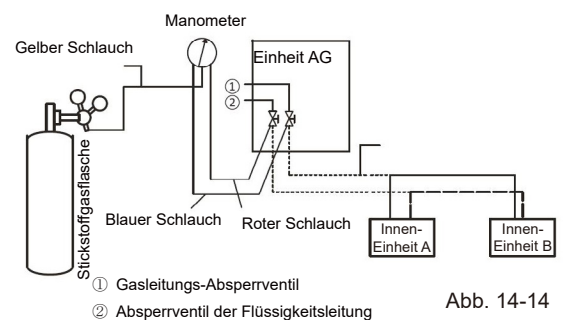

Abb. 14-14
4. Verwenden Sie Blindstopfen, um alle Öffnungen auf der Flüssigkeitsseite (Gasseite) zu verschließen, mit Ausnahme der Öffnung der Inneneinheit, die am weitesten von den Außeneinheiten entfernt ist ("Inneneinheit A" in Abb.14-14).